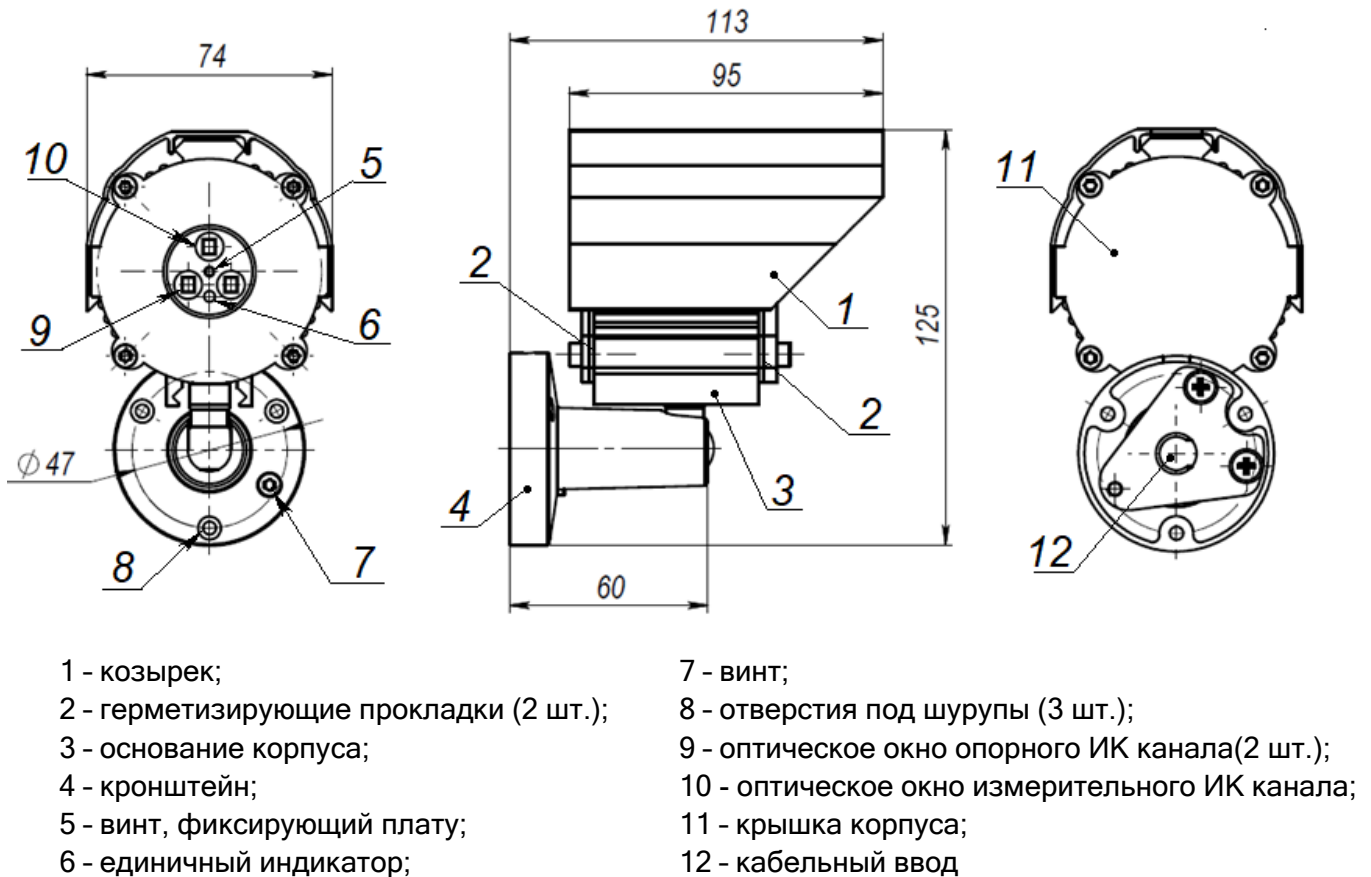

Рисунок 1 – Общий вид изделия
1.5.6 Крышка крепится к основанию корпуса четырьмя винтами. Между крышкой и основанием размещается изолирующая прокладка (см. рисунок 1, поз. 2) В торце основания находится оптическое окно ИК каналов. В оптическом окне герметично закреплен защитный фильтр. В основании установлены две печатные платы: внешняя и внутренняя.
- установить изделие в выбранном месте, затянуть винт, расположенный в основании кронштейна (см. рисунок 1, поз. 7).